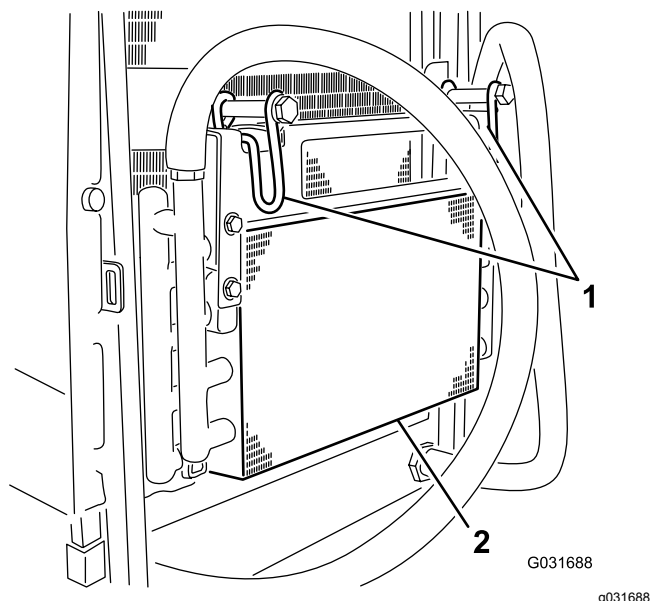

Figura 51
5. Girate i fermi verso l'interno per rilasciare il radiatore dell'olio (Figura 51).